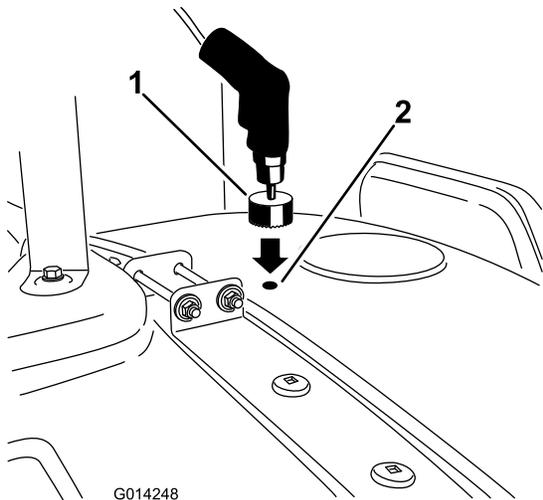

図 13
6. タンクの蓋の後ろ側にあるドリル・マークに移動する (図 13)。